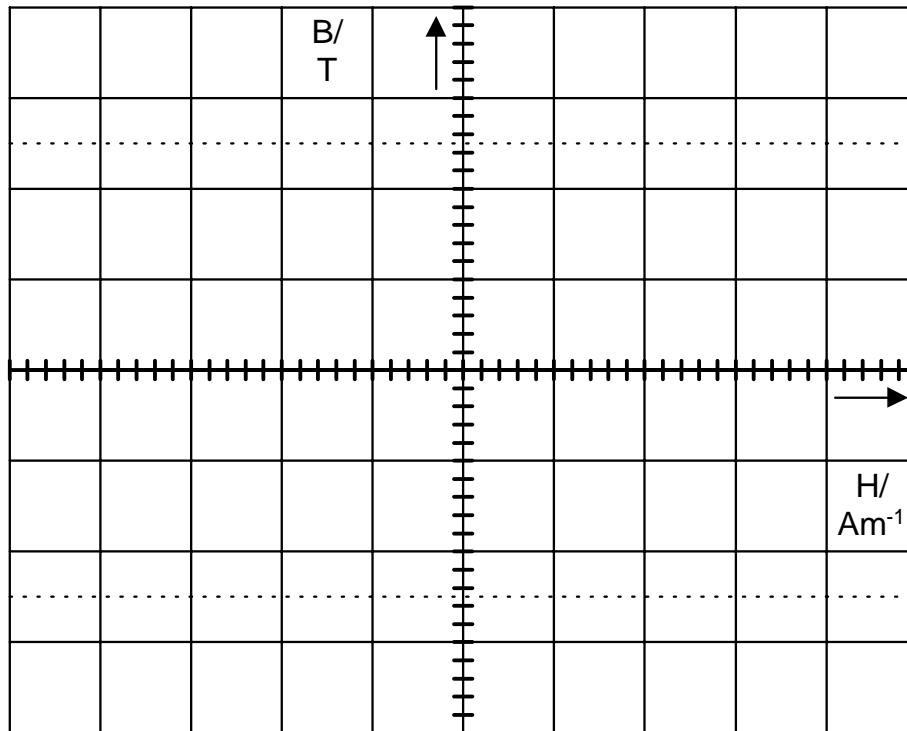

Bild 4
- Stellen Sie die Spannung am Stelltrafo (Eingangsspannung der Messschaltung) auf **$U_e \text{ AC} = 40\text{V}$** ! **Achten Sie darauf, dass $U_e \text{ AC} = 40\text{V}$ nicht überschritten wird!** Übertragen Sie die Darstellung der Kennlinie $B = f(H)$ in Bild 4 auf das Arbeitsblatt! Nehmen Sie die Kommutierungskurve auf und tragen Sie diese ebenfalls in Bild 4 ein!
- Realisieren Sie einen Luftspalt im Eisenkern durch Einbringen eines Plastikstreifens mit $d=0,4\text{mm}$ und übertragen Sie die Darstellung der Kennlinie $B = f(H)$ in Bild 4!